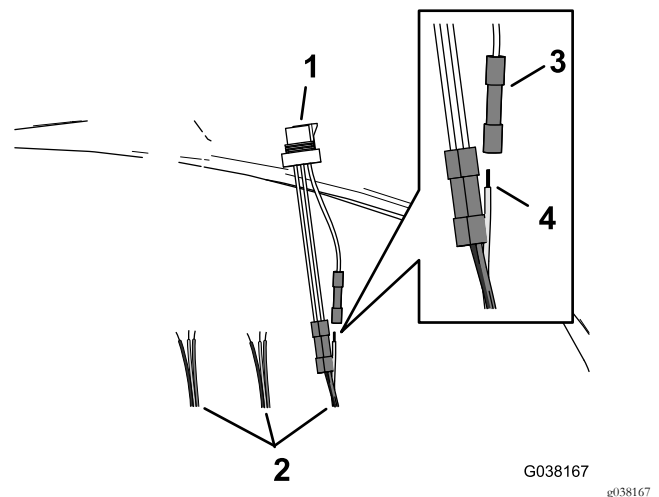

Figura 34
- Introduzca el cable del arnés de cables DIN en el conector de empalme del adaptador de 3 pines (Figura 34).